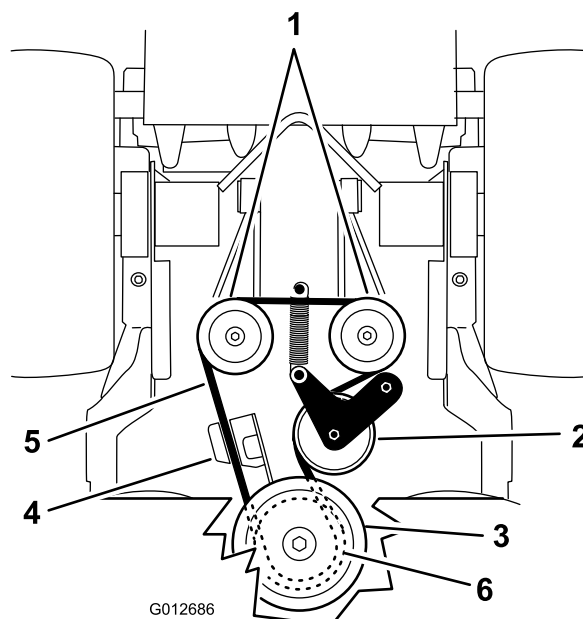

Figure 65
- Décrochez le ressort de la poulie de tension du châssis (Figure 65).
- Accrochez le ressort de la poulie de tension au cadre (Figure 65).